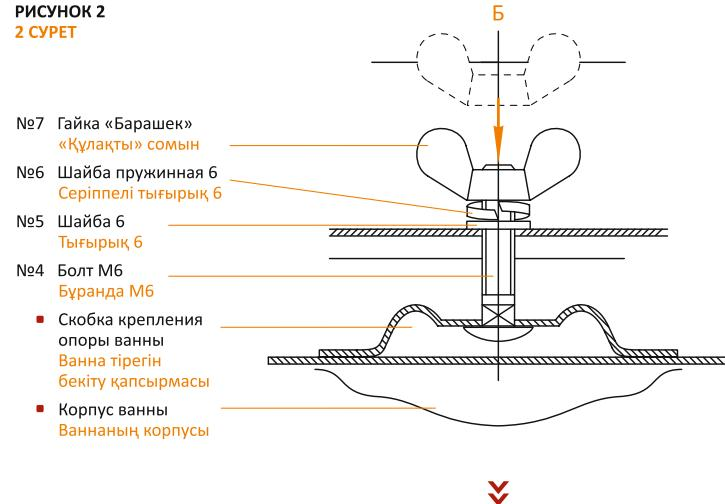

РИСУНОК 3
6. Установите на болт M6x30..40 шайбу 6, шайбу пружинную 6 и гайку-«барашек». Гайку-«барашек» завинчивайте «от руки», без применения дополнительного инструмента, во избежание повреждения эмалевого покрытия в месте приварки скобы крепления к ванне. После соприкосновения гайки-«барашка» с пружинной шайбой, гайку-«барашек» поверните еще не более чем на полтора оборота (360°x1,5) (см. рис. 3).